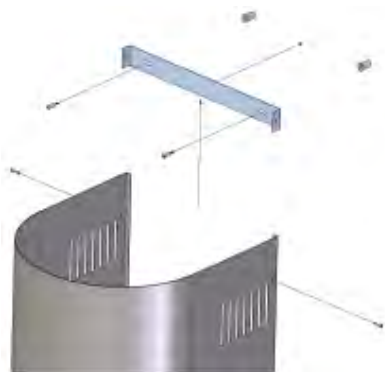

Рис. 3
3. Приложите корпус вытяжки к стене, сохраняя минимальное расстояние А (60 см для электрических и 65 см для газовых плит) **между нижним краем вытяжки и поверхностью для приготовления пищи на плите** (рис. 3).
6. Выдвиньте верхний короб (3) и соедините с помощью шурупов (7) с кронштейном (4) (рис. 3).